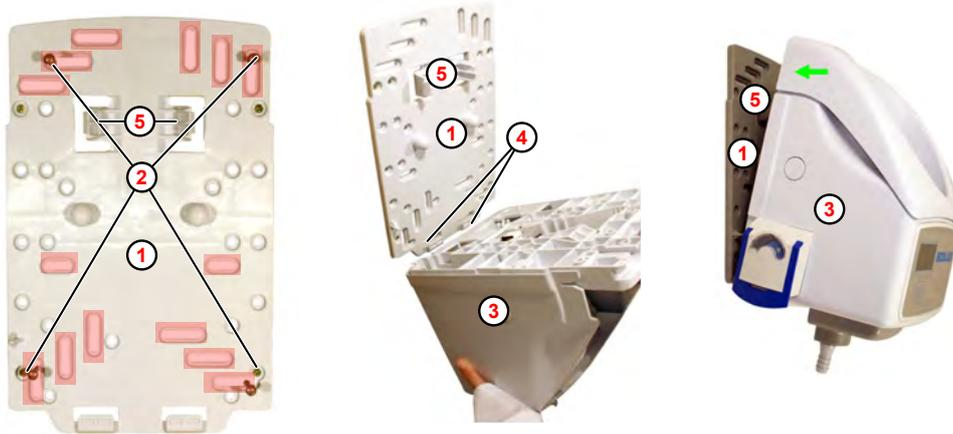

Fig. 3: Montaggio a parete (Esempio EcoPlus S)
1. ➤ Contrassegnare i fori desiderati nel punto di montaggio tramite il supporto a parete (Fig. 3 , ①) ② .
3. ➤ Fissare il supporto ① alla parete con il materiale di fissaggio idoneo.
4. ➤ EcoPlus S ③ posizionare ④ dall'alto nei ganci del supporto a parete ① .
5. ➤ EcoPlus S ③ oscillare il supporto a parete ① e premere indietro finché non scatta in posizione.